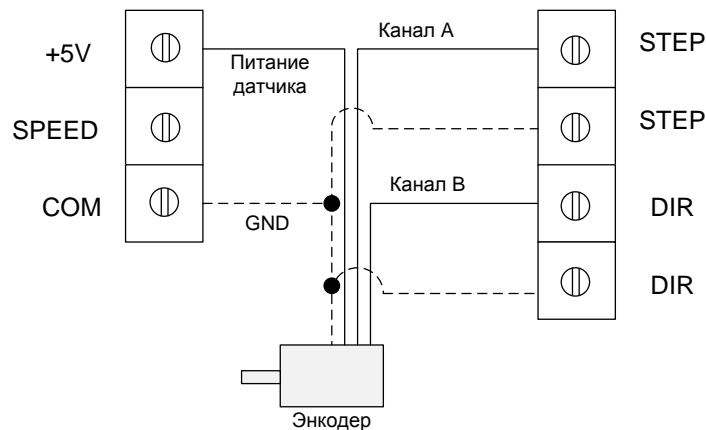
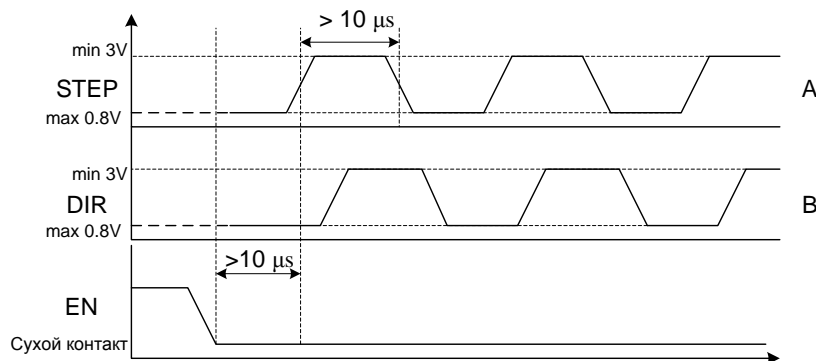

Рис.5. Пример схемы подключения энкодера к блоку SMSD-8.0 в режиме "Synchro"
Рис. 8. Осциллограмма управляющих сигналов для работы в режиме "Synchro"
В данном режиме необходимо подавать двухфазный квадратурный сигнал на входы STEP и DIR (10), в соответствии с осциллограммой, изображенной на рис.8. – две фазы А и В сдвинутые на 90°. Такой сигнал можно получить, например, используя энкодер или сельсин в качестве источника сигналов. Пример схемы подключения приведен на рис.5.